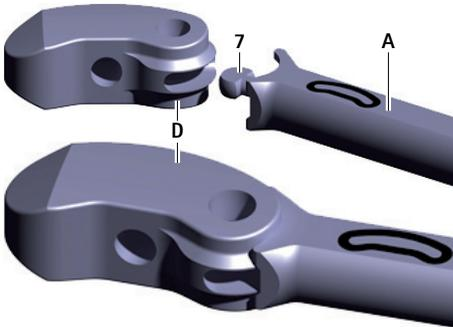

Fig. 2 Conectar o implante de ensaio no instrumento introdutor
- ▶ Conectar o implante de ensaio D no diedro 7 do instrumento introdutor A, ver Fig. 2. Ter em atenção o alinhamento do implante de ensaio (orientação por meio da inscrição no instrumento introdutor).